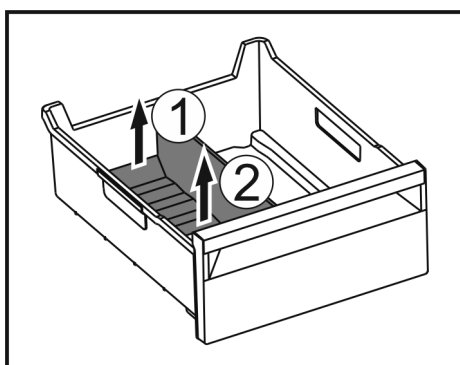

Fig. 70
- Dvignite zadnji del pregrade predala za led. Fig. 70 (1)
- Pregrado predala za led odstranite navzgor. Fig. 70 (2)